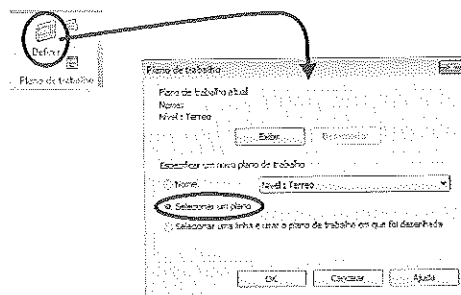
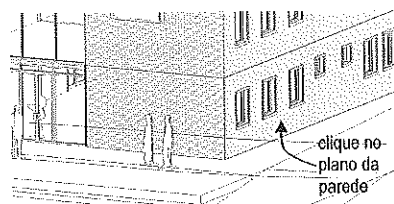

Figura 15.64 – Plano de trabalho.
Figura 15.65 – Seleção da parede como plano.
3. Em seguida, precisamos definir um plano para as cotas por meio de **Definir plano de trabalho** na aba **Arquitetura**. Clique em **Definir** no painel **Plano de trabalho**, conforme a Figura 15.64. Na janela **Plano de trabalho**, para definir um plano, escolha **Selecionar um plano** e clique no plano da parede a ser cotada, Figura 15.65.